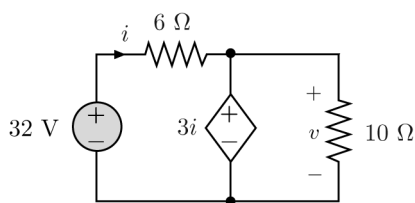
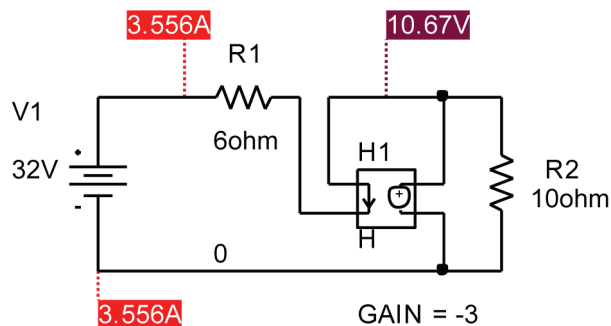

Figura 3.6
Figura 3.7
Ricavare la corrente  $i$  e la tensione  $v$  in Figura 3.6.
**Soluzione.** Lo schema ottenuto con *Capture* è mostrato in Figura 3.7, insieme ai risultati della simulazione. Il parametro di controllo del generatore controllato è stato posto pari a  $-3$ ; infatti la cor-
rente di controllo in Figura 3.7 ha verso opposto rispetto a quello della corrente  $i$  in Figura 3.6.